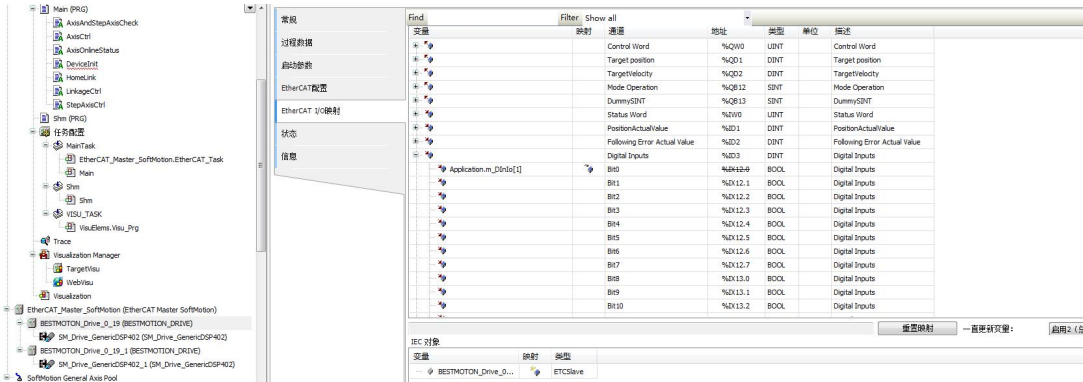

图 2-6-24 CodeSys 工程驱动器 IO 映射
19、配置驱动器 I/O 参数：双击相应的驱动器，打开“EtherCAT I/O 映射”选项卡，映射相应的参数变量，如图 2-6-24 所示，为映射一个输入 IO 变量；